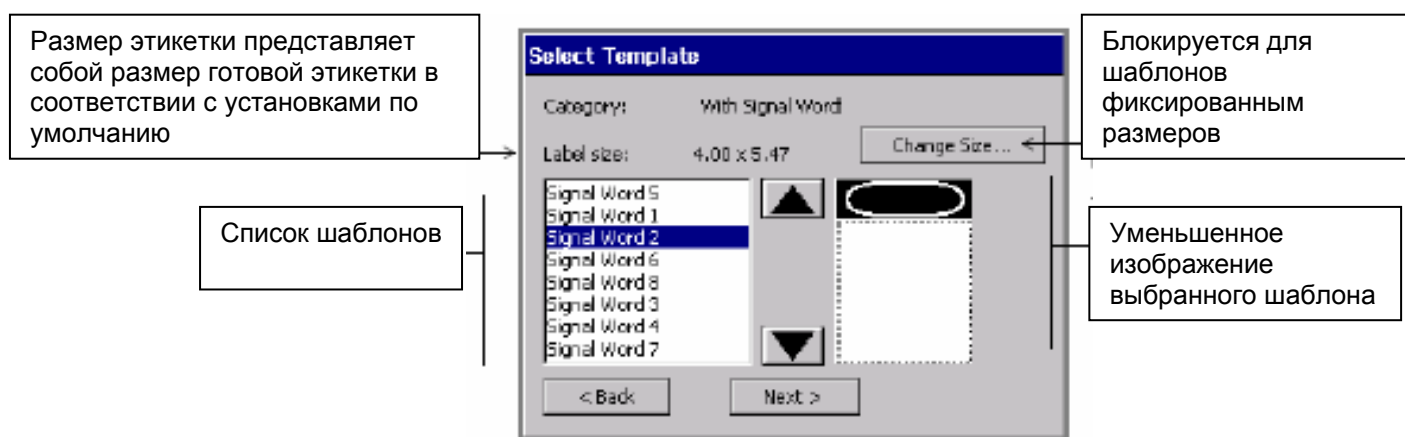

Рис. 6-8. Окно выбора шаблона
- Список шаблонов сопровождается уменьшенным графическим изображением выделенного шаблона. Эта функция может помочь в выборе шаблона, соответствующего требованиям. Например, при выборе шаблона, показанного на рис. 6-8, будет выведена подсказка о добавлении графического заголовка (или *сигнального слова*) в верхней части этикетки и текстового объекта в ее нижней области. На основе шаблона, показанного выше на рис. 6-8, можно создать этикетку следующего вида: